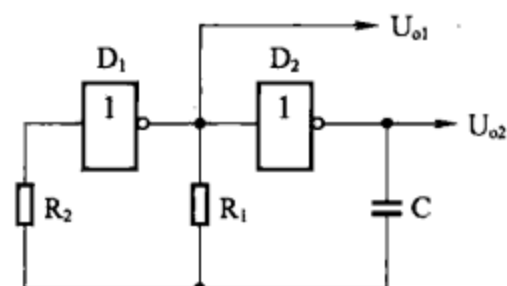
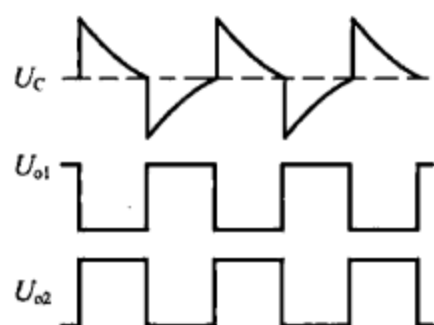

图 8-12
图 8-13
(1) 图 8-12 所示为多谐振荡器电路，由两个非门 D_1 、 D_2 等组成，振荡周期 $T \approx 2.2R_1C$ ，输出端 U_{o1} 和 U_{o2} 输出互为反相的连续方波，各点波形如图 8-13 所示。